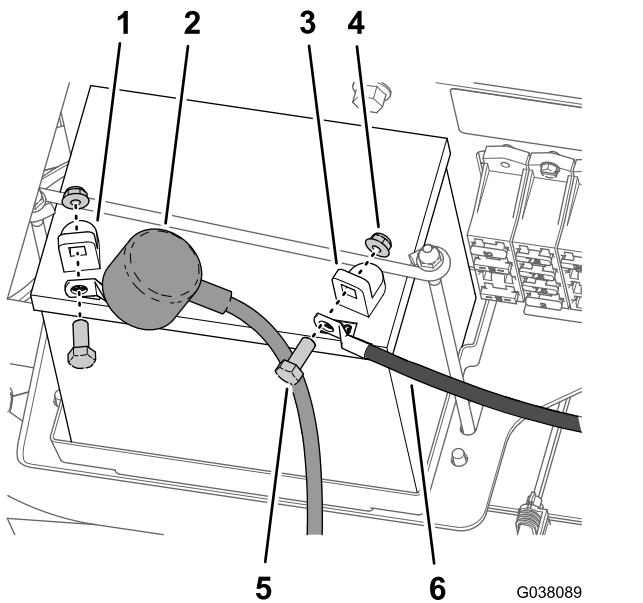

Figura 4
6. Desconecte el cable negativo (masa – negro) del borne de la batería (Figura 4).
7. Deslice hacia atrás el capuchón aislante y desconecte el cable positivo (rojo) del borne de la batería (Figura 4).